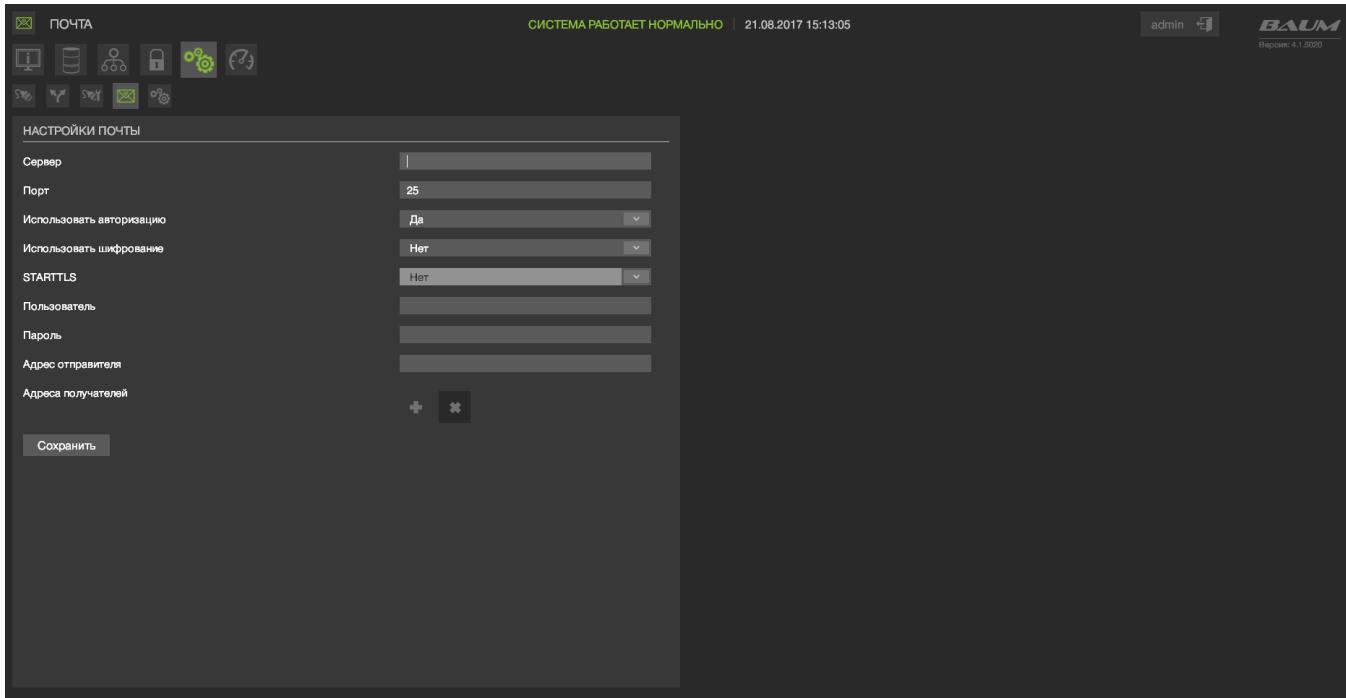

Рисунок 25 – Настройки почты
- 1) Перейти на вкладку «Настройки» → «Почта» (см. Рисунок 25)